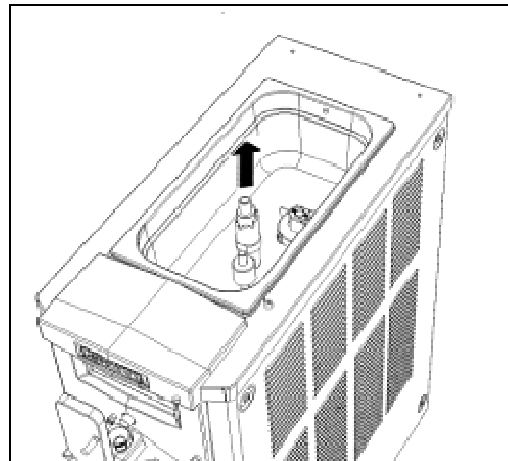

Fig. 27
- Remove the top tank lid (fig. 27).